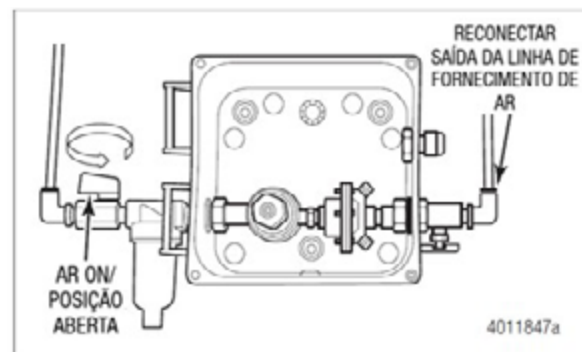

Figura 3.23
- D. Reconecte a linha de fornecimento de ar ao sistema de inflação. Figura 3.23.